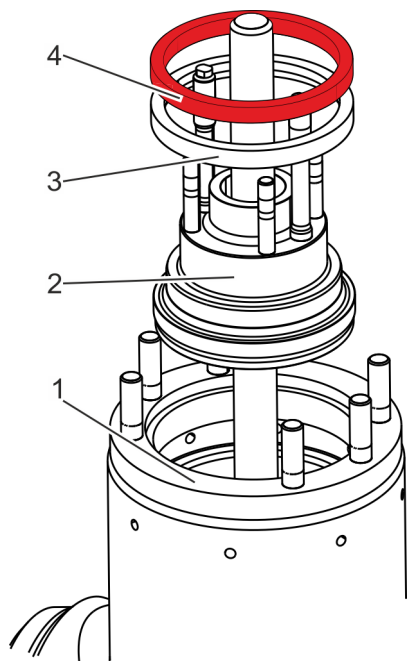

Fig. 33: Colocar la tapa
Coloque la tapa (Fig. 33/2) en el cuerpo de la válvula (Fig. 33/1) con un equipo de elevación adecuado.
17. Monte la nueva junta anular (Fig. 33/3).
18. Coloque el anillo de apoyo (Fig. 33/4) sobre la junta anular (Fig. 33/3).